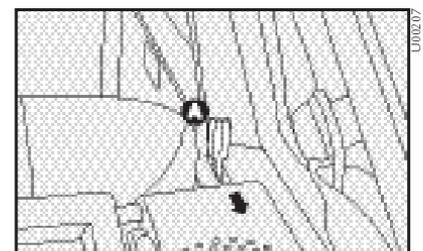

fig. 62
- 2) Desengatar o encosto, movendo as alavancas laterais **A-fig. 62** no sentido da seta.